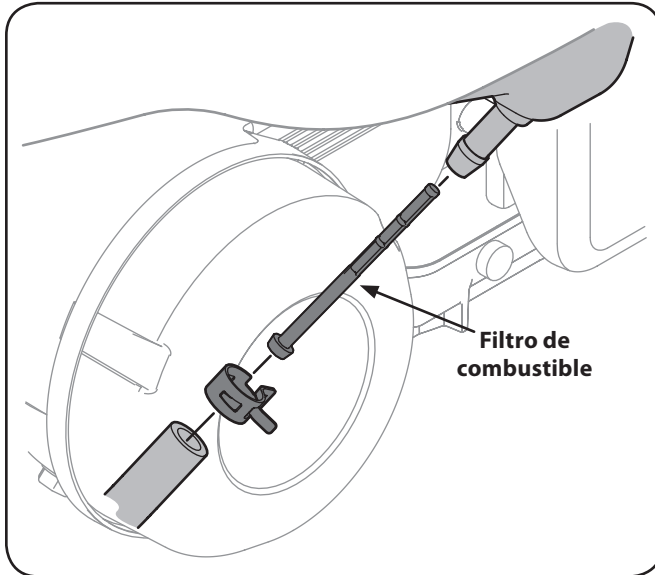

Figura 6-6
2. Quite la c-abrazadera de la línea de combustible y quite la línea de combustible de la salida de tanque. Ver la Figura 6-6.
4. Agarre el nuevo filtro de combustible a partir del final llevado a hombros e insértelo completamente al hombro en la salida de tanque. Ver la inserción de la Figura 6-6.